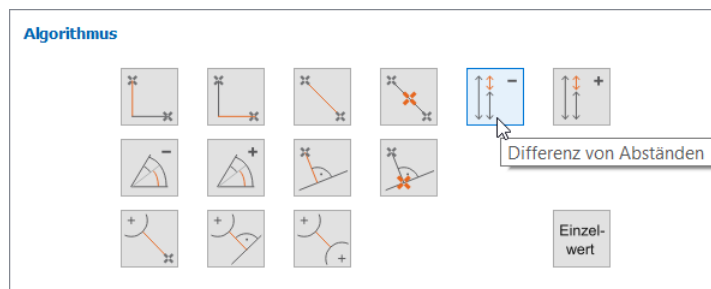

Abb. 5.5: Ein neues Signal zur Verrechnung definieren - Schritt 2
Es wird das Eingabefeld „Algorithmus“ (siehe Abb. 5.5) eingeblendet:
- ➡ Wählen Sie im Eingabefeld „Algorithmus“ den gewünschten Algorithmus für die Verrechnung (siehe Kap. 5.1 und Abb. 5.5).